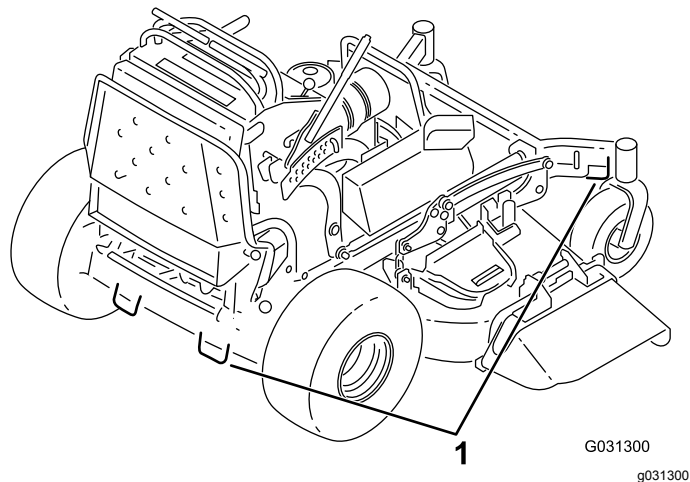

図 31
7. 前キャストホイールおよび後部バンパーを利用して機体をロープやチェーンなどで固定する 図 31。ロープ掛けや積荷固定については各地域の法令などに従ってください。